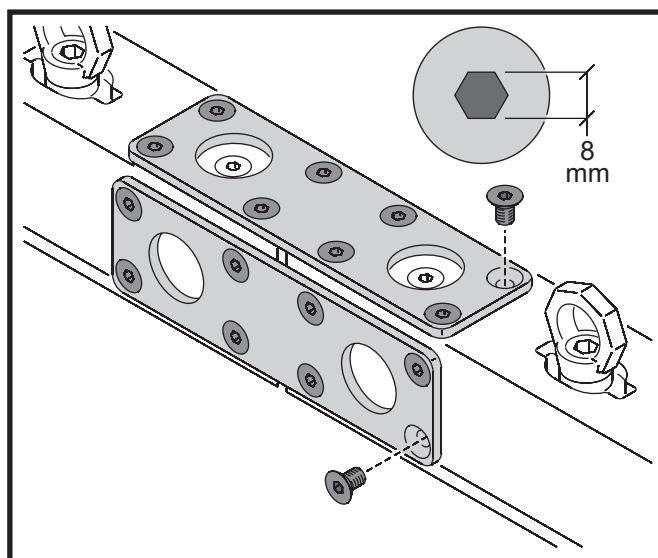

Bild 7: Anschlussplatten zur Koppelung von Verbindungsplatten
1. Siehe Bild 7. Verbinden Sie die Double oder Triple Header mit jeweils zwei Anschlussplatten. Jede Platte muss mit 8 der mitgelieferten M12 Inbusschrauben befestigt werden. Verwenden Sie nur die mitgelieferten M12 Schrauben.